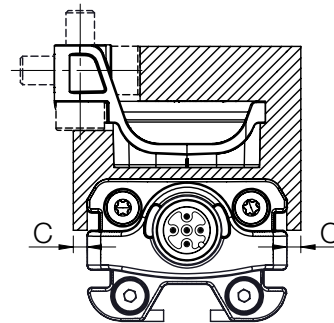

Fig. 5-5: Distância C mínima
- A distância C entre o encoder de posição e as partes compostas por materiais magnéticos deve ser de pelo menos 10 mm (vide Fig. 5-5).